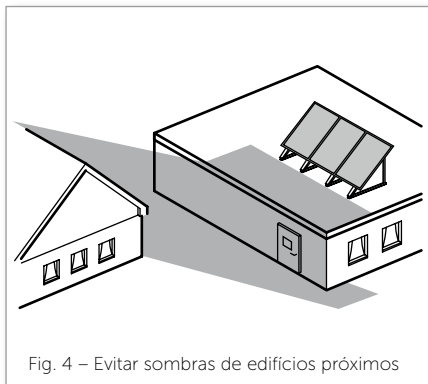

Fig. 4 – Evitar sombras de edifícios próximos
- Evite as sombras de edifícios próximos, árvores e outras filas de coletores na montagem do campo de coletores (Fig. 4).